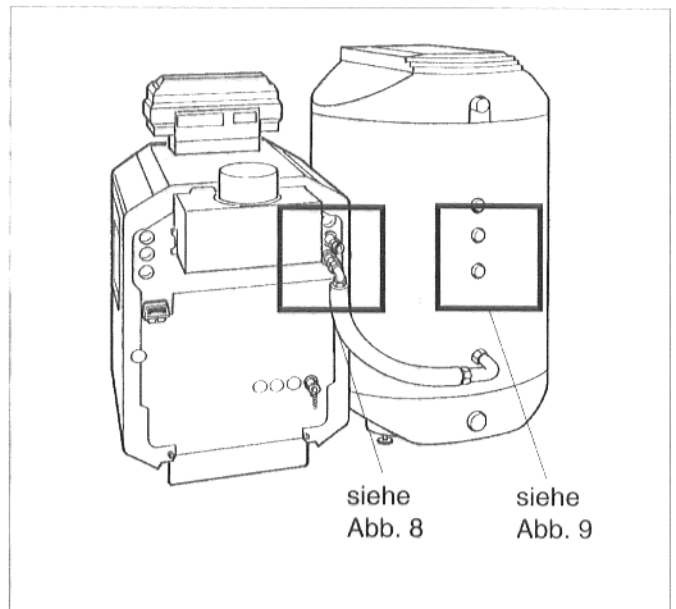

Abb. 7: Rückansicht, Rücklaufverbindung montiert
- Flachdichtung in die Überwurfmutter des Metallwellschlauchs für den Vorlauf (längerer Schlauch) einlegen, Metallwellschlauch vorformen und am Anschlußrohr für den Speichervorlauf am Kessel festschrauben (Abb. 7 und 8).
- Flachdichtung in die Überwurfmutter der Verlängerung einlegen und Verlängerung am Speichervorlauf anschrauben (Abb. 7 und 9).
- Flachdichtung in die Überwurfmutter des Rückschlagventils einlegen und Rückschlagventil an Verlängerung anschrauben (Abb. 7 und 9).
- Flachdichtung für die Pumpe ($\varnothing 44 \times 28 \times 2$) in die andere Überwurfmutter des Rückschlagventils einlegen und Speicherladepumpe mit der Fließrichtung nach oben am Rückschlagventil festschrauben (Abb. 7 und 9).
- Die zweite Flachdichtung für die Pumpe ($\varnothing 44 \times 28 \times 2$) in das Reduzierstück einlegen und Reduzierstück am Saugstutzen der Speicherladepumpe festschrauben (Abb. 7 und 9).
- Flachdichtung in die Überwurfmutter des Winkels einlegen und Winkel am Reduzierstück anschrauben (Abb. 7 und 9).
- Flachdichtung in die zweite Überwurfmutter des Metallwellschlauchs einlegen und Metallwellschlauch am Winkel anschrauben (Abb. 7 und 9).